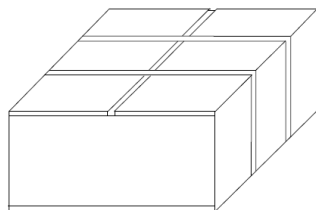

Figura 2-5 Coloque na plataforma suavemente
1) O estojo de embalagem deve ser colocado na plataforma suavemente, como é mostrado na Figura 2-5.